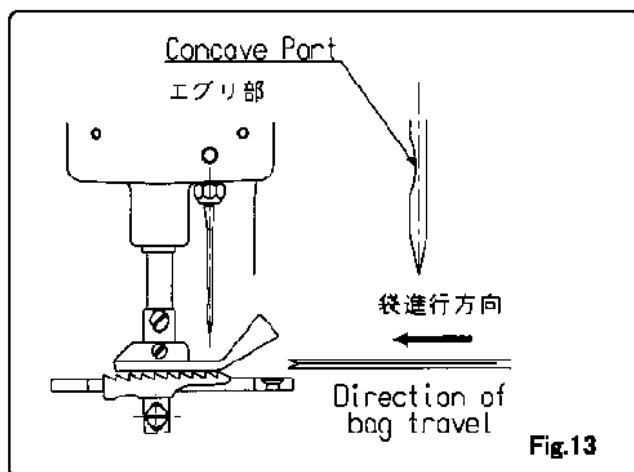

Fig.13
- 針棒⑩を上下に動かしたとき、針の向きに注意してください。(Fig.13参照)
- 2) A bent or damaged needle results in thread break, skipping stitches, and other troubles. Replace it with a new one in the steps below. Install a new needle referring to figures 13 and 14. To remove the needle, turn pulley by hand until the needle bar reaches its highest position. Turn the needle clamp nut in the arrow mark using the spanner included in the accessory. You can now remove the needle from the needle bar. Two important points must be observed when you install a new needle.
- The shaved part of the needle must face the leading direction of the machine (Fig.13).
- 2) 針が曲がり、また針に傷ができるとミシンの糸切れ、目飛びが起こります。(Fig.13, 14)を参照して新しい針と交換してください。プーリーを手で廻して針を最も高い位置にあげます。針棒ナットを付属のスパンナで緩めると針を取り外せます。針を取り付けるときは重要なことが二つあります。
- 針のえぐりを(針穴近くの凹んでいる部分を)袋の進行方向に向けて取り付けてください。(Fig. 13)